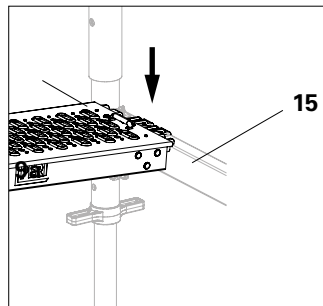
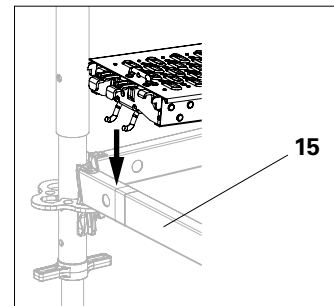

Abb. A7.01a
Abb. A7.01b
2. Belag nacheinander auf den Horizontalriegeln aufliegen. (Abb. A7.01a + Abb. A7.01b)